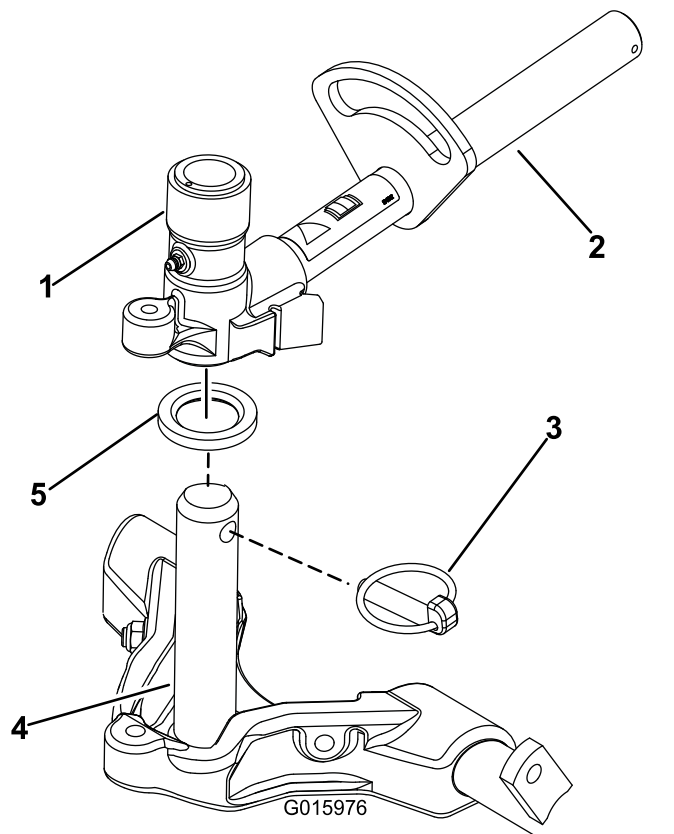

图 16
8. 在承载架轴上涂抹干净的润滑脂(图 16)。
9. 对于前滚刀组把滚刀组滑到提升臂下方图 16并将承载架轴向上插入提升臂轴轭。确保将止推垫圈放在承载架轴上。
10. 使用 Klik 销将承载架轴固定到提升臂轭(图 16)。
- B. 将提升臂枢插入承载架轴的上方图 16。